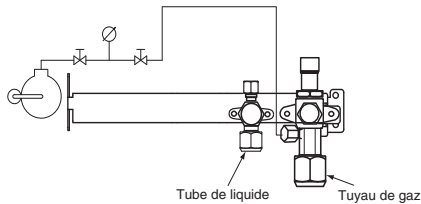

Fig. 9-2
- (6) Les robinets de service des tubes de gaz et de liquide sont ouverts. Sinon, les ouvrir maintenant. (Fig. 9-2)